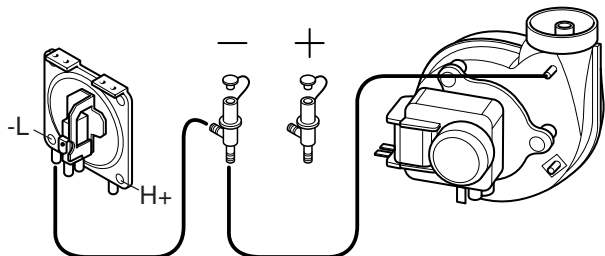

fig. 4
- 6) Montare il ventilatore eseguendo le operazioni di rimozione nella sequenza inversa. Verificare che i tubi di collegamento al pressostato fumi siano collegati come in (fig.4).